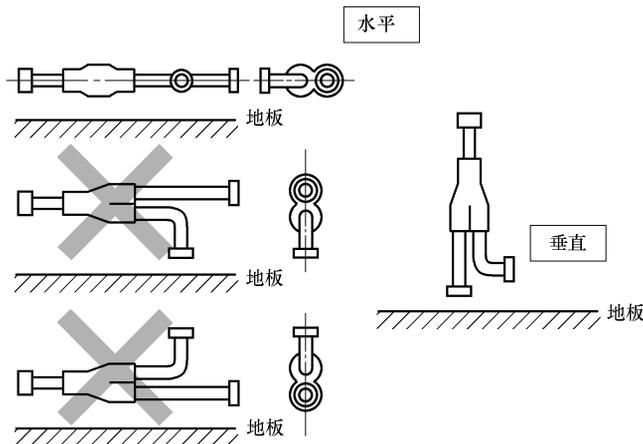

图 3-76 分岐管水平或垂直安装的角度
4) 如图 3-76 所示，水平或垂直找出分岐管的位置。
① 分岐管附有隔热材料。
② 各配管根据现场情况在中央位置切断所使用的外圆。
③ 请务必把分岐管（气、液侧）均设置为“水平分支”或“垂直分支”。分岐管水平或垂直安装的角度如图 3-76 所示。